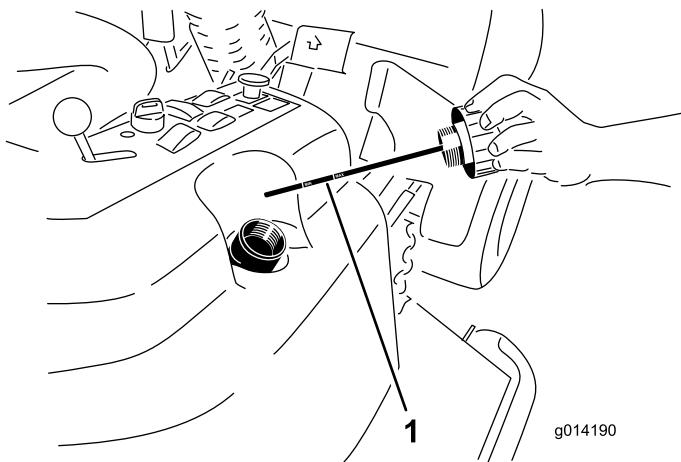

Figura 49
2. Retire el tapón de llenado de aceite hidráulico (Figura 49) del cuello de llenado.
3. Retire la varilla y límpiela con un paño limpio (Figura 49).
4. Introduzca la varilla a fondo en el cuello de llenado; luego retírela y compruebe el nivel del aceite (Figura 49).